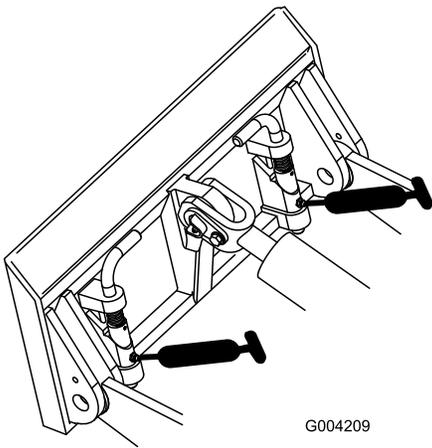
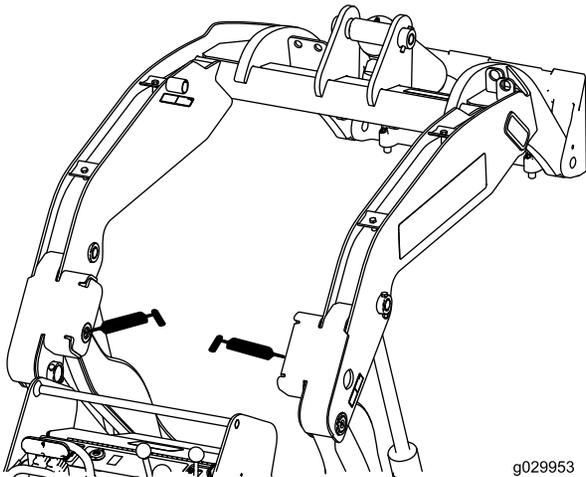

Figura 45
Figura 46
3. Conecte una pistola de engrasar a cada punto de engrase (Figura 44, Figura 45, y Figura 46).
**Nota:** Eleve los brazos de carga antes de aplicar grasa a los engrasadores indicados en Figura 46.